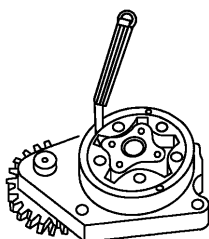

图 6-9 外转子与泵体孔间隙测量
(3) 外转子与泵体孔间隙测量 (图 6-9) 将塞尺插入外转子与泵体之间进行测量。ISL 柴油机此间隙值应为 $0.1778 \sim 0.3810\text{mm}$, 如果间隙超出技术规范, 更换机油泵。